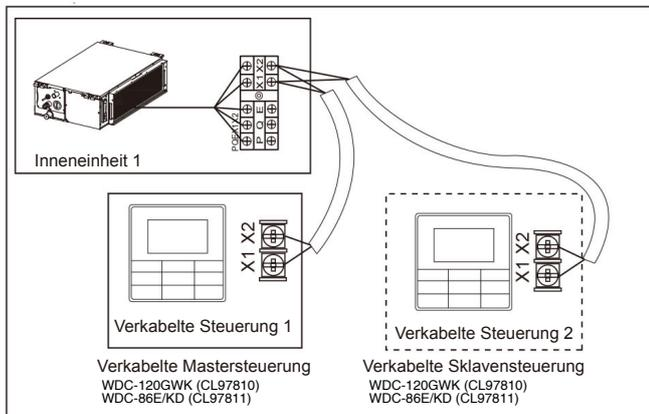

Abbildung 7.7
- Verwenden Sie eine verkabelte Steuerung zum Steuern mehrerer Inneneinheiten oder zwei verkabelte Steuerungen (eine Master- und eine Slave-Steuerung) zum Steuern mehrerer Inneneinheiten (siehe Abb. 7.7);